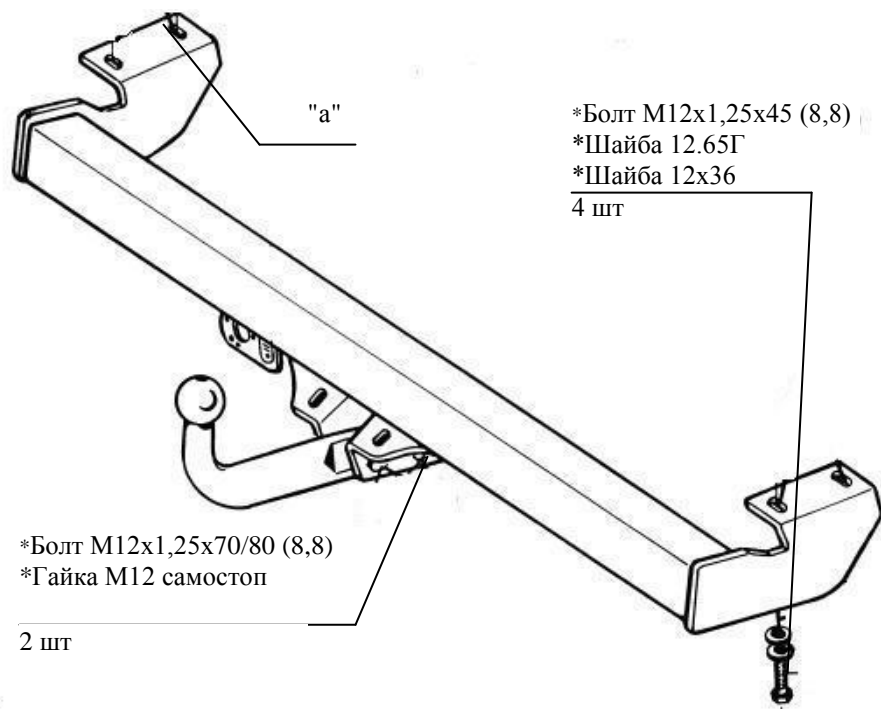

Рис.1 Тягово-сцепное устройство 7831.
2.1 ТСУ 7831 в сборе (рис.1)	1 шт.
2.2 Пакет с комплектующими (см. рис.1)	1 шт.